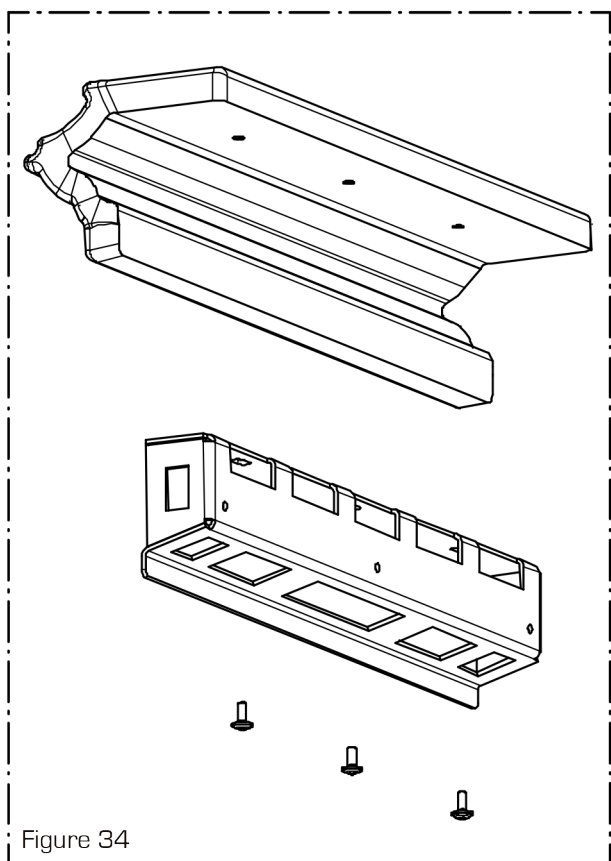

Figure 34
- Désolidariser la céramique L de son support. Conserver les vis (Figure 34)